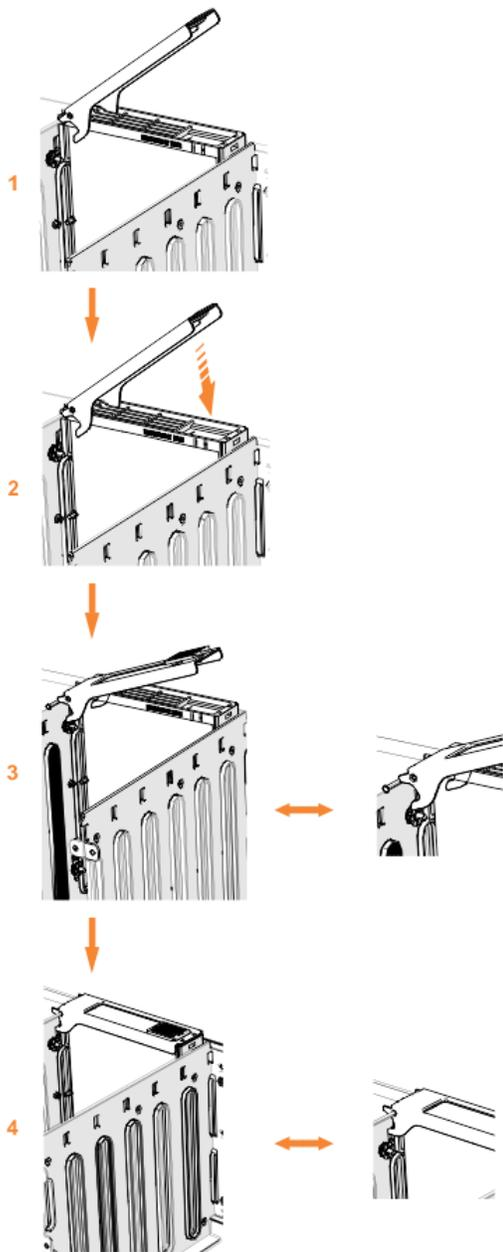

図 34. ドライブの交換
5. ドライブ・アセンブリーのドライブ・ハンドル (56 ページの図 34 の **1**) が開いた (ロック解除) 位置にあることを確認します。
7. ドライブが停止し、ラッチの底面が区画の上部の位置に合うまでそっと押し下げます。開いたハンドルの角度がドライブ・キャリアから 45 度を超えないようにしてください。(56 ページの図 34 の **2**)。
8. ハンドルを下に回転させて、ドライブ・アセンブリーをシャーシにロックします (56 ページの図 34 の **3**)。
10. ラッチ上部の先端も完全にかみ合っていることを確認します (56 ページの図 34 の **4**)。